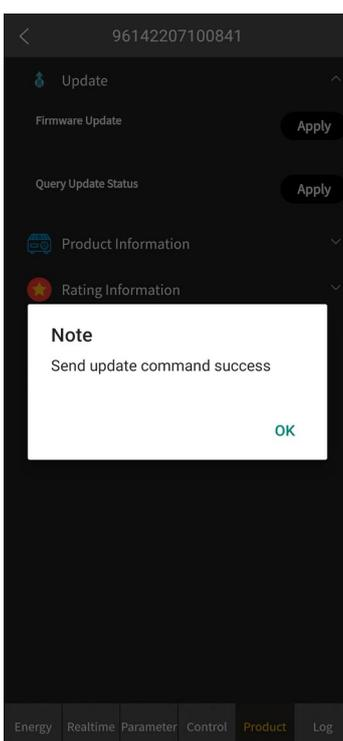

Figura 2
(1) Si el inversor se está actualizando, el resultado de la consulta se mostrará como en la figura 2.